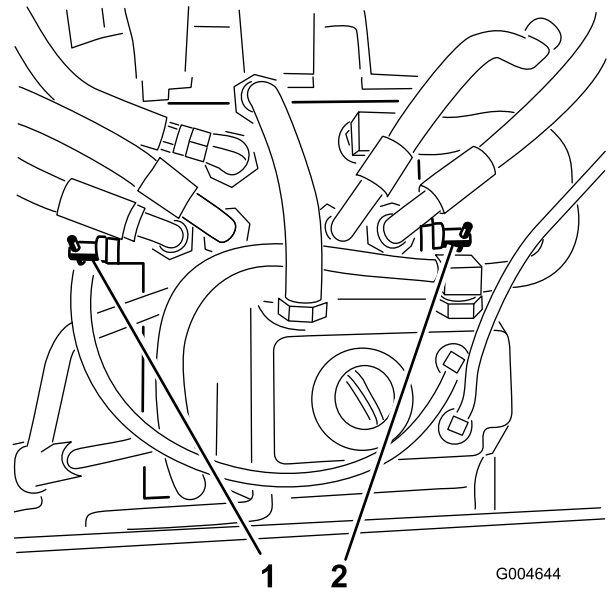

図 38
3. 各バイパスバルブを左回りに1回転させる（図 38）。
各バイパスバルブを右回りに1回転させ、手で普通に締めてください（締め付けトルクで約 8 Nm (0.8 kg.m)）（図 38）。